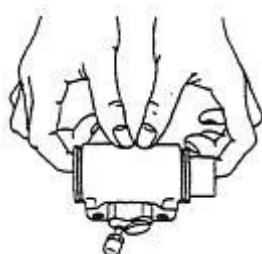

Рисунок 2-17
(7) Разборка тормозного цилиндра: Снимите пылезащитное кольцо. Нажмите на один торец поршня, чтобы вытолкнуть другой торец, а затем нажмите пальцами на выступивший торец поршня. См. Рис. 2-17